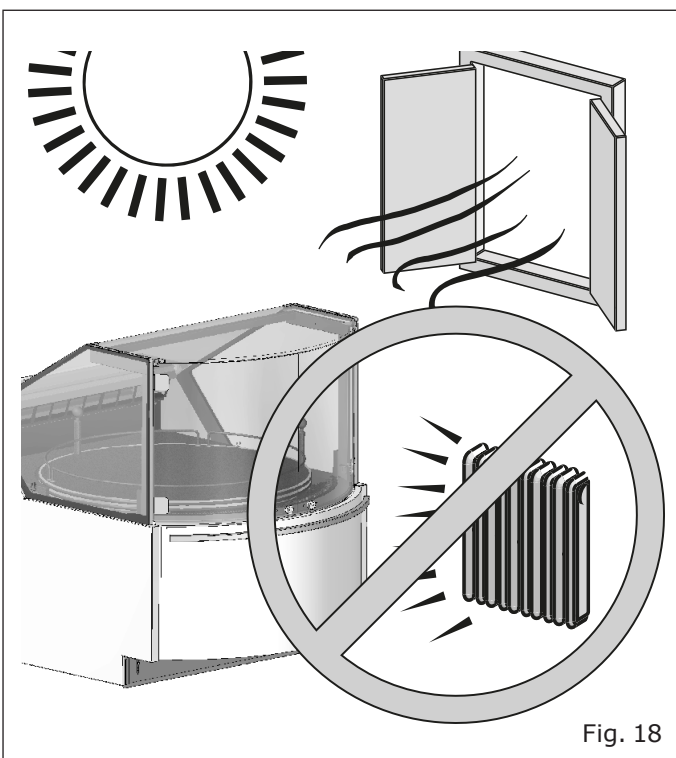

Fig. 18
- Lontano da fonti di calore, dalla radiazione diretta del sole, da porte, finestre, ventilatori e bocche di aerazione ("Fig. 18").